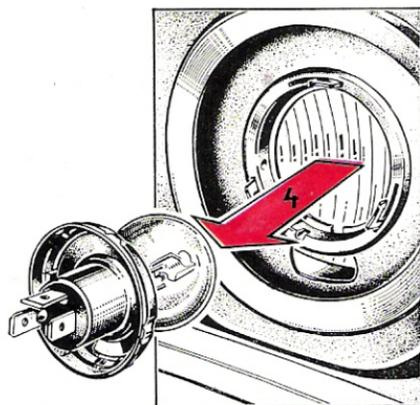

Bild 65
Die defekte Glühlampe kann nun gewechselt werden (4) (Bild 65).